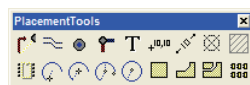

图 7-6 “PlacementTools”工具栏
(3) 执行“Placement Tools”命令，打开如图 7-6 所示的“PlacementTools”工具栏。设置与元件绘制相关的操作。